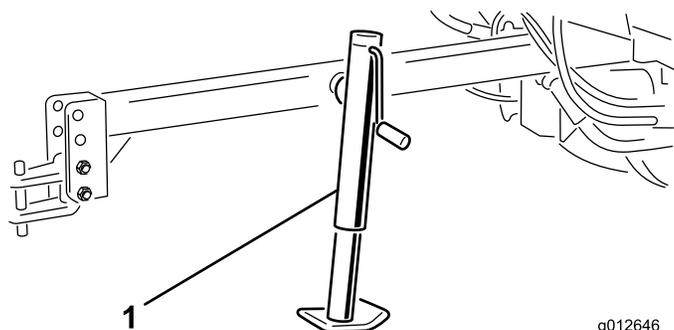

图7
- 将千斤顶滑到牵引杆的安装管上 图7。
- 将千斤顶中的孔与安装管中的孔对准并用柱销固定千斤顶 图7。